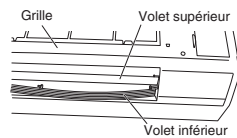

Fig. 3-84
- (5) Enlever le volet inférieur en désengageant ses 4 goupilles dans l'ordre. (Figs. 3-84 et 3-85)